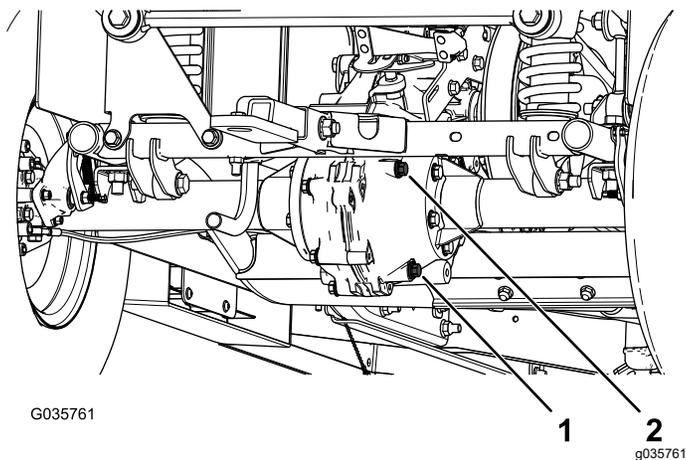

图 58
4. 卸下驱动桥上的加注塞 图 58。
5. 如果液位过低应卸下加注塞添加指定液体直至其溢出加注孔图 58。
1. 对齐排放塞下的排放盘图 58。
2. 取下加注塞和密封件图 58。
3. 拔掉排放塞和密封件让液体完全排出图 58。